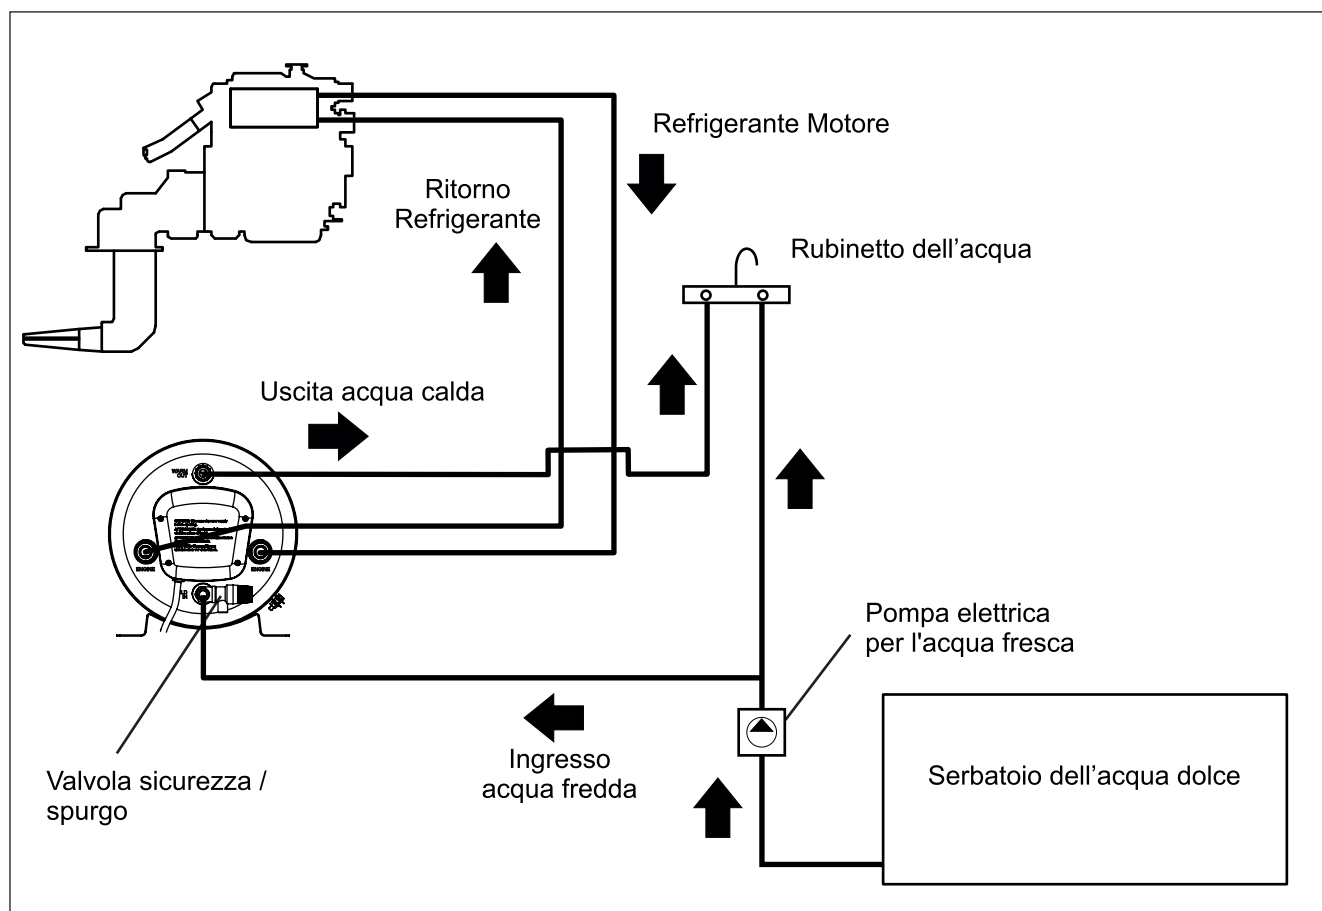

Fig. 1
Lo scaldabagno può essere posizionato in qualsiasi punto dell'imbarcazione, a condizione che i collegamenti dello scambiatore di calore del motore si trovino più in basso rispetto al serbatoio di espansione del motore (Fig. 1). È preferibile che i flessibili dello scambiatore di calore siano i più corti possibili per ridurre al minimo la resistenza allo scorrimento e le perdite di calore. In molte installazioni, lo scambiatore di calore dello scaldabagno è semplicemente collegato in serie al circuito di raffreddamento del motore. In alcune installazioni è collegato in parallelo con un limitatore/ripartitore di flusso.
4.3 Collegamenti al motore (vedi schema di collegamento, Fig. 1.):
4.4 collegamenti dell'acqua dolce (vedere lo schema di collegamento, Fig. 1.):